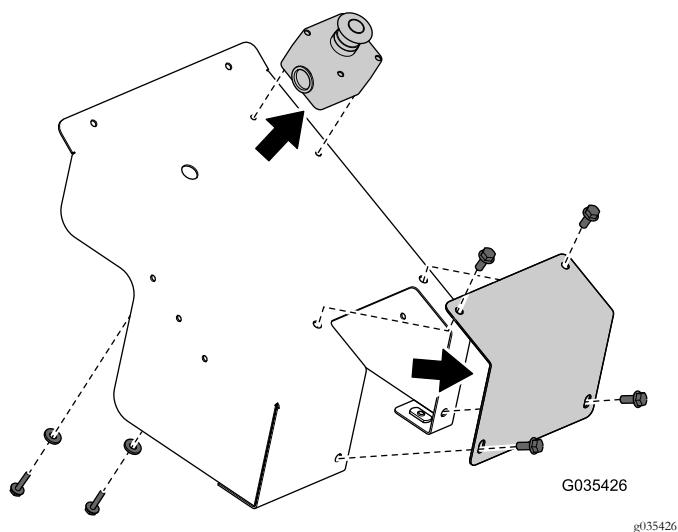

Рисунок 2
6. Снимите кнопку аварийного останова в сборе и крышку устройства перехода на ручное управление с крышки, как показано на Рисунок 2.